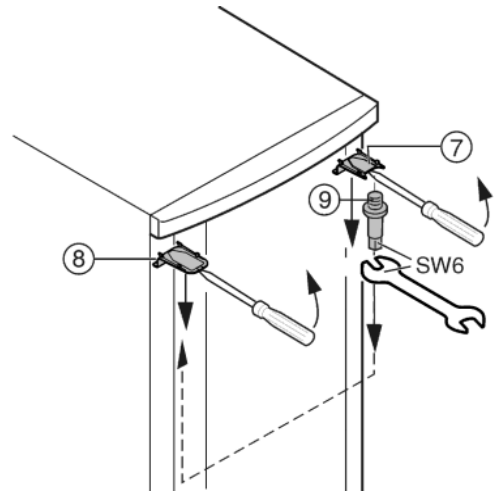

Fig. 6
- ▶ Aan de bovenkant afdekking Fig. 6 (7) en afdekking Fig. 6 (8) met een schroevendraaier losklikken en schuin naar beneden verwijderen.
- ▶ Lagerbout Fig. 6 (9) uitdraaien en aan de andere kant **goed (min. 4 Nm)** vastschroeven.
- ▶ Afdekking Fig. 6 (7) aan de kant van de lagerbout weer aanbrengen: achteraan inzetten, vooraan vastklikken.
- ▶ Afdekking Fig. 6 (8) op de tegenoverliggende kant monteren: achteraan inzetten, vooraan vastklikken.
- ▶ Deur boven in de lagerbout Fig. 6 (9) hangen.